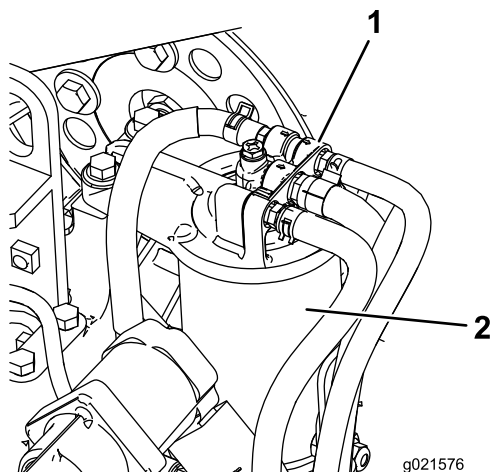

Figura 61
1. Limpie la zona alrededor de la cabeza del filtro de combustible (Figura 61).
2. Retire el filtro y limpie la superficie de montaje de la cabeza del filtro (Figura 61).